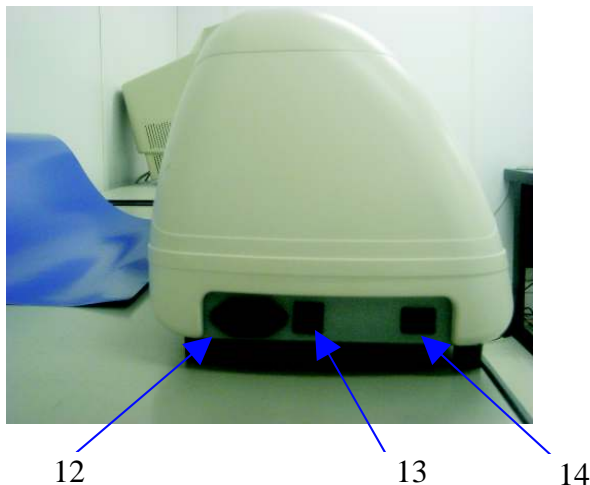

Figura 1-4
**Lado Esquerdo** (Figura 1-4)